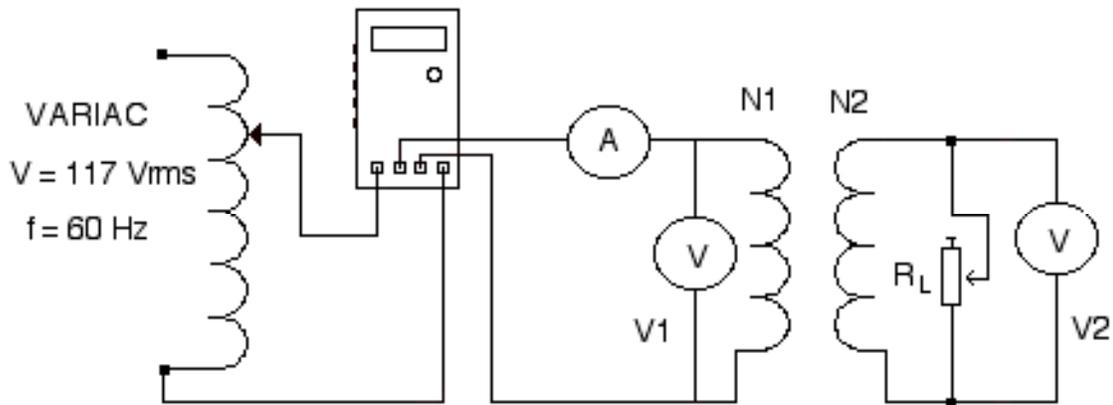

Figura 8.6.
27.- Para realizar las pruebas de carga, monte el circuito de la figura 8.6. Para este caso, V_{1L} es el voltaje en el primario cuando en el secundario está conectada la carga R_L , I_{1L} es la corriente en el primario cuando en el secundario está conectada la carga R_L , W_{1L} es la potencia en el primario cuando en el secundario está conectada la carga R_L , y V_{2L} es el voltaje en el secundario cuando se encuentra conectada la carga R_L . Se define $V_{\text{secundario (plena carga)}} = V_2 (R_L \text{ min})$ como el voltaje en el secundario con máxima carga o resistencia mínima.